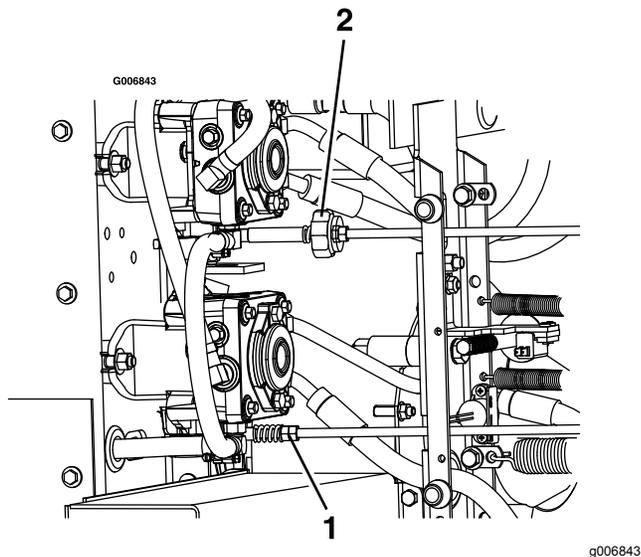

Рисунок 66
управления насосами, так, чтобы колеса остановились или медленно поворачивались в обратном направлении (Рисунок 66).
11. Отрегулируйте рычажный механизм правого насоса, поворачивая с помощью ключа сдвоенные гайки на узле насоса (Рисунок 66).